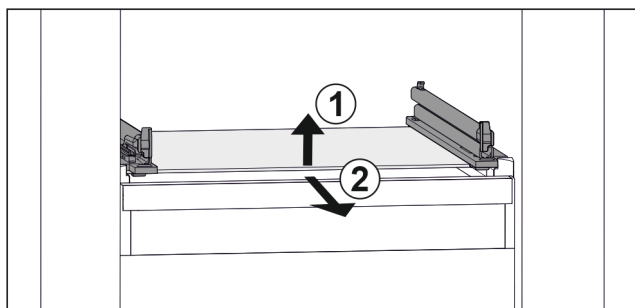

Fig. 72 Exemple de représentation de la tablette en verre
- Soulever la tablette en verre par l'avant. Fig. 72 (1)
- Retirer la tablette en verre par l'avant. Fig. 72 (2)